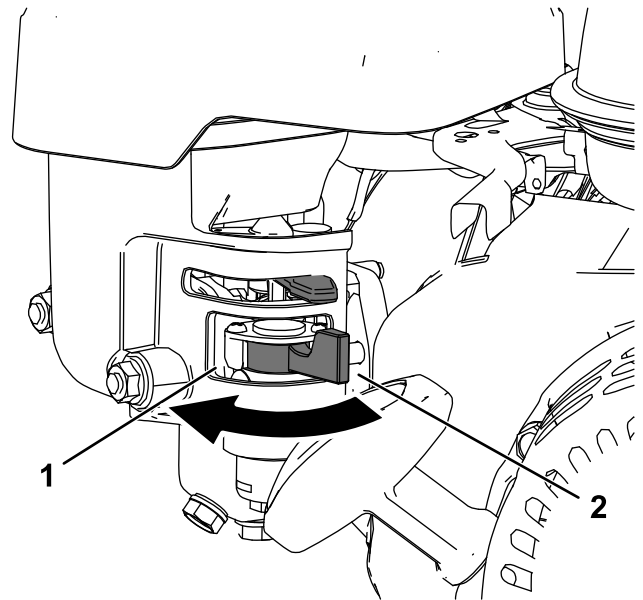

Figura 4
- Per aprire la valvola del carburante, ruotate la manopola della valvola di intercettazione del carburante verso la manopola dell'avviatore autoavvolgente (Figura 4).
- Per chiudere la valvola del carburante, ruotate la manopola della valvola di intercettazione del carburante in direzione opposta rispetto alla manopola dell'avviatore autoavvolgente (Figura 4).